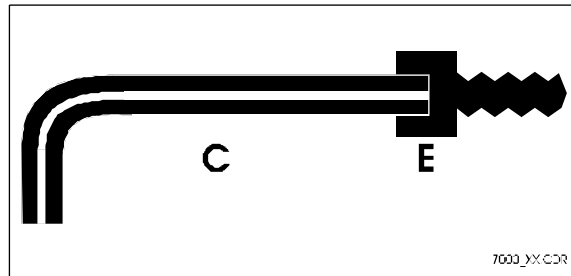

Abbildung 3
- Zuerst werden die drei Innensechskantbolzen mit Hilfe des Schlüssels 3-C, (siehe Abb. 3) einige Millimeter in das Holz der Rückenlehne gedreht.